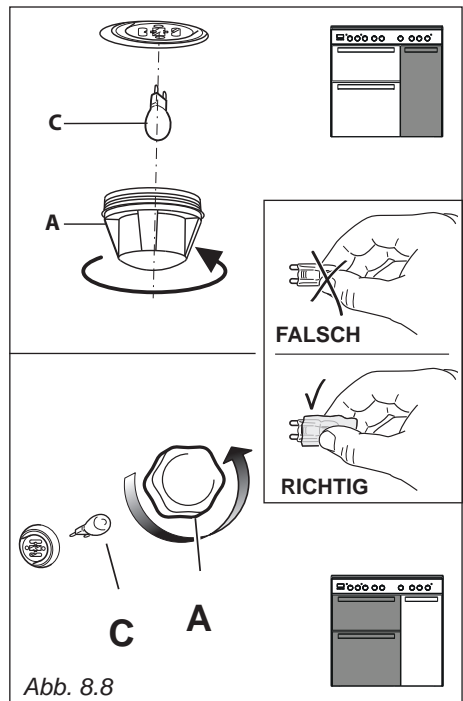

Abb. 8.8
- Entfernen Sie die Schutzabdeckung "A" (Abb. 8.8).